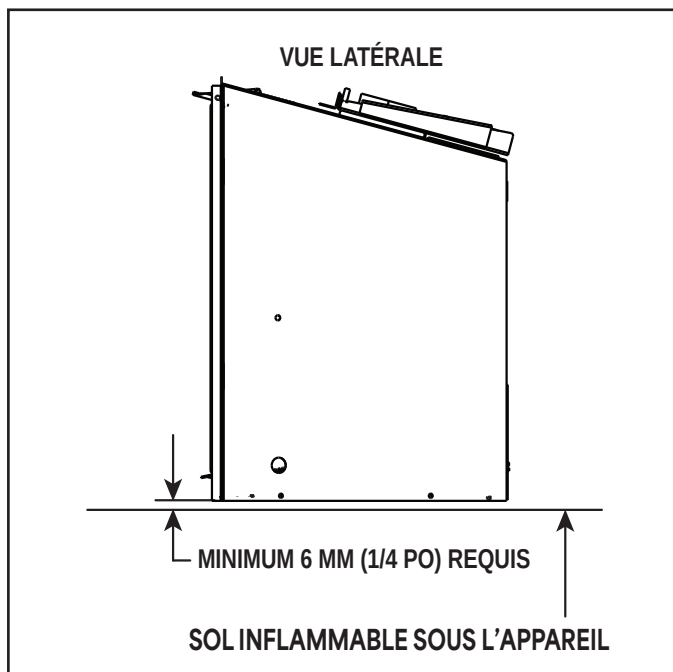
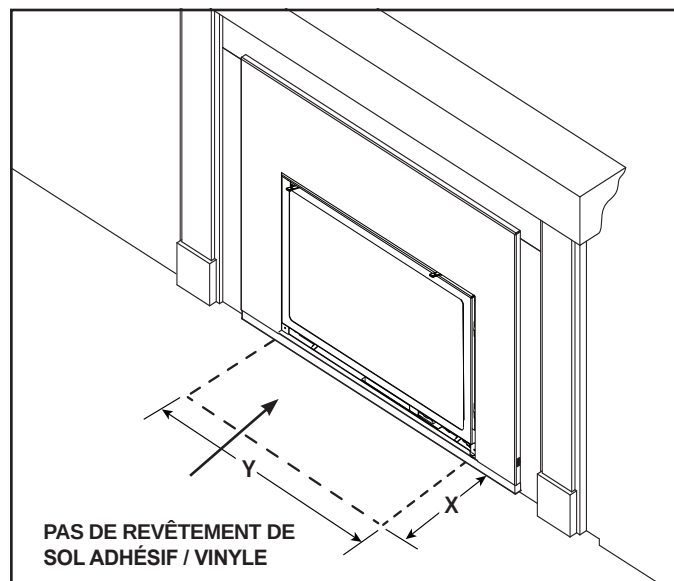

Figure 3.18 Dégagement au sol du combustible solide
Figure 3.20 Âtre - Exception sur les matériaux inflammables
- Un espace minimal de 6,35 mm (1/4 po) entre le bas de l'appareil et le sol métallique de la boîte à feu pour combustible solide est **RECOMMANDÉ**. Voir la vue latérale à la Figure 3.18.
- Un plancher inflammable sous l'appareil est acceptable avec un espace de 6,35 mm (1/4 po). Voir la figure 3.18.
Les parements en vinyle sont sensibles à la chaleur. Pour éviter d'endommager le parement en vinyle, unâtre de 304 mm (12 po) minimum x 304 mm (12 po) minimum est recommandé lors de l'utilisation du parement en vinyle jusqu'au mur. Voir la figure 3.18. S'il n'y a pas d'âtre, il est recommandé de prévoir un dégagement d'au moins 610 mm (24 po) devant l'appareil pour le parement en vinyle OU le bas de l'appareil doit être surélevé d'au moins 610 mm (24 po) par rapport au sol pour permettre l'installation du parement en vinyle jusqu'au mur. Voir la figure 3.20.